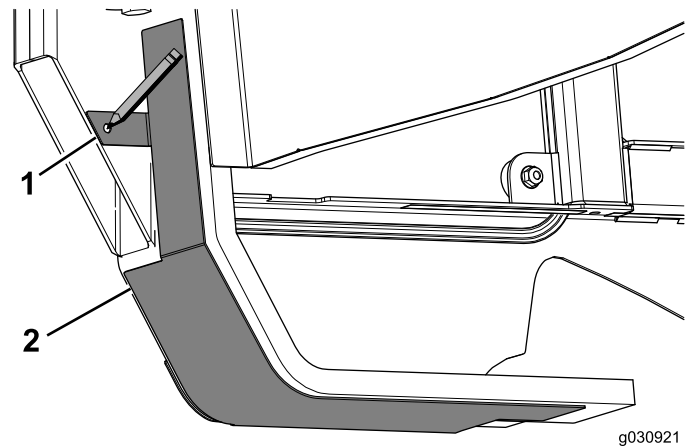

Figura 27
3. Perfore un taladro para el perno ($\frac{1}{4}$ " x $\frac{3}{4}$ ") que sujetará la pestaña del panel (Figura 27).